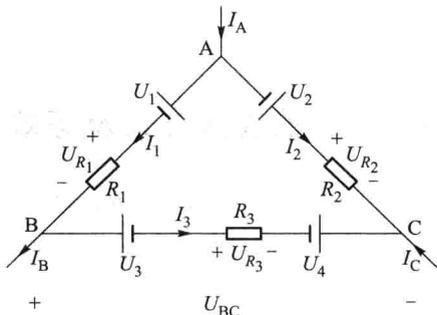

图 1-14 KVL 应用举例图
如图 1-14 所示的 ABCA 回路,设各电压及电流参考方向如图所示。若按顺时针方向
例如求图 1-14 中的一段电压  $U_{BC}$ ,可将  $U_{BC}$  与  $U_3$ 、 $R_3$ 、 $U_4$  假想为一个回路,按顺时针方向循一周,应用基尔霍夫电压定律可列出
② 基尔霍夫电压定律方程按电压参考方向列写,与实际方向无关。正因为如此,电压的计算结果有可能正,也有可能负。
**例 1-4** 在图 1-14 电路中,已知  $U_1=1\text{ V}$ ,  $U_2=2\text{ V}$ ,  $U_3=3\text{ V}$ ,  $U_4=4\text{ V}$ ,  $I_1=1\text{ A}$ ,  $I_2=2\text{ A}$ ,  $R_1=1\ \Omega$ ,  $R_2=2\ \Omega$ ,  $R_3=3\ \Omega$ 。试求  $I_3$  及  $I_A$ 、 $I_B$ 、 $I_C$ 。